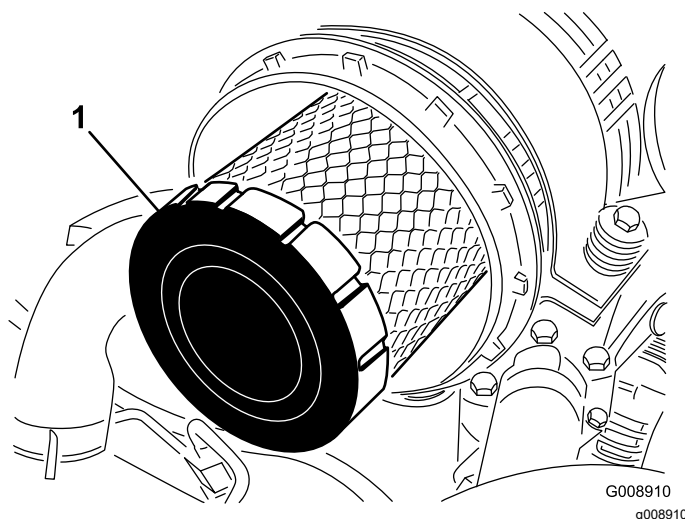

Figure 52
4. Déposez et remplacez le préfiltre (Figure 52).